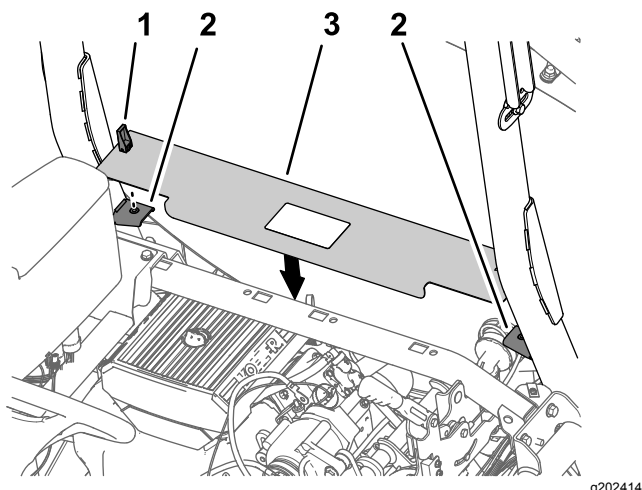

Figura 218
1. Allineate i dispositivi di fermo del pannello di accesso del motore con le boccole nelle staffe di supporto del pannello sul roll bar (Figura 218).
2. Montate il pannello sulle staffe (Figura 218).
3. Ruotate i dispositivi di fermo delle maniglie verso il basso per fissare il pannello alle staffe (Figura 218).